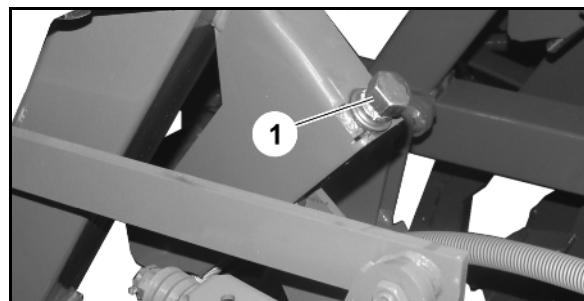

Рис. 89
5. Поворачивайте ведущее колесо при помощи рукоятки для регулировки нормы высева (Рис. 89/1) в направлении, указанном стрелкой, до тех пор, пока все камеры дозирующих валов не будут заполнены посевным материалом и не будет достигнута равномерность подачи семян в лотки.
7. Поворачивайте ведущее колесо при помощи рукоятки для контроля нормы высева (Рис. 89/1) в направлении, указанном стрелкой.